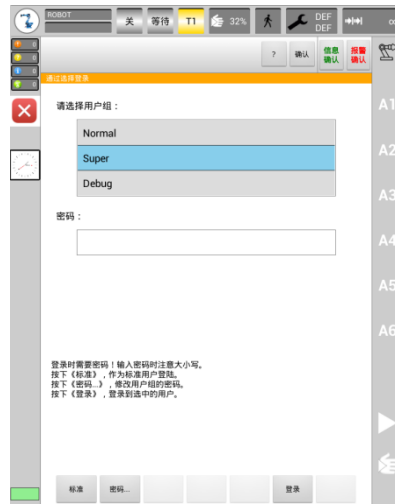

图 4.2 用户登录界面
- 2) 在示教器主菜单选择“配置->用户组”，登录为 Super 用户，登录用户登录界面如图 4.2 所示；